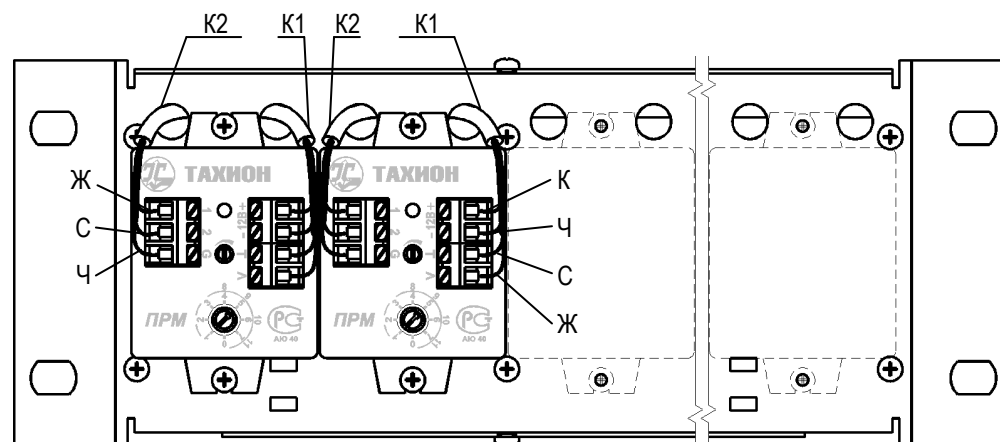

Рис. 2. Вид спереди.
1. Закрепить винтами М3х6 приёмники АПВС(-3М;-5М) на передней панели крейт (рис. 2).
2. Пропустить концы кабелей К1 и К-2 через отверстия на передней панели (рис. 2). Подключить розетки кабелей к соответствующим вилкам разъемов X4.1÷X4.10 и X5.1÷X5.10 как показано на рисунке 1.